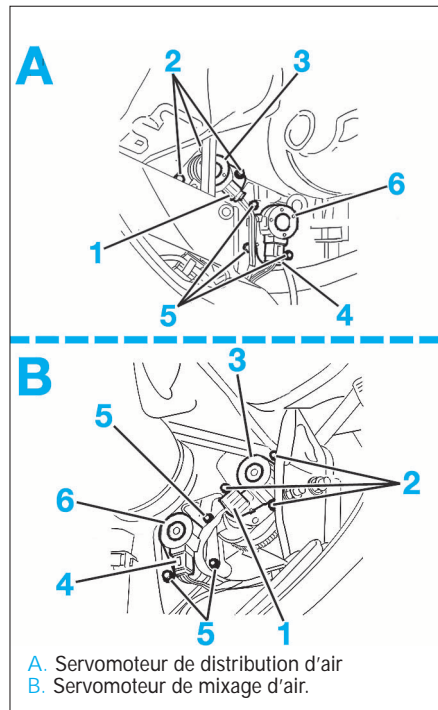

FIG. 19
- Débrancher les connecteurs (1) (Fig.19).
- les fixations (2).
- les motoréducteurs (3).
- Débrancher les connecteurs (4) (Fig.19).
- les fixations (5).
- les motoréducteurs (6).